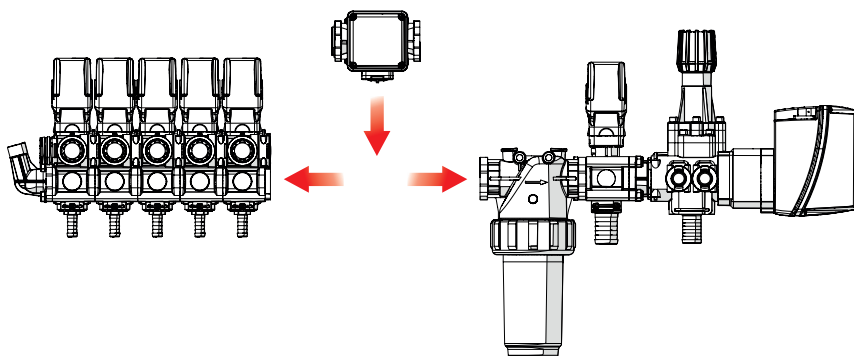

Abb. 8a
**Hinweis: üblicherweise wird der Durchflussmesser in Regelarmaturen mit Standardkonfiguration zwischen dem Regelventil und der Einheit der Teilbreitenventile integriert (Abb. 8a-8b).**